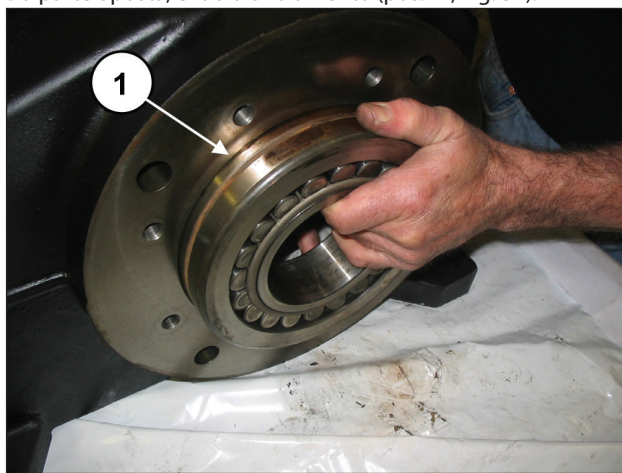

Fig. 31
Da parte oposta, extraia o rolamento (pos. ①, Fig. 31).